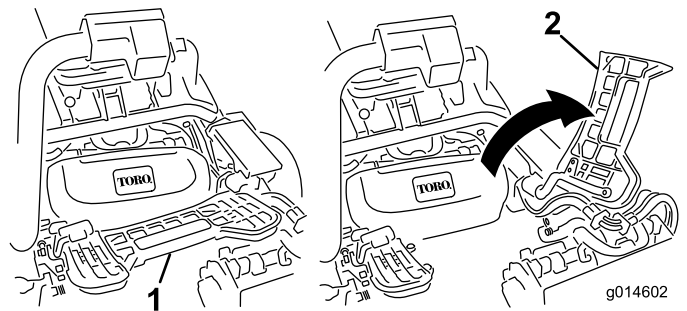

Figura 12
7. Per installare l'apparato di taglio centrale, sollevate il poggiapiedi e ruotatelo, per consentire l'accesso alla posizione dell'apparato di taglio centrale.(Figura 12)